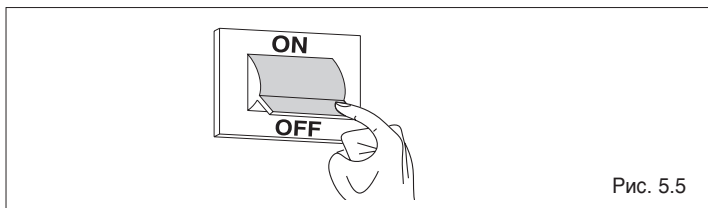

Рис. 5.5
- переведите главный выключатель системы в положение «Выключено» (Рис. 5.5)